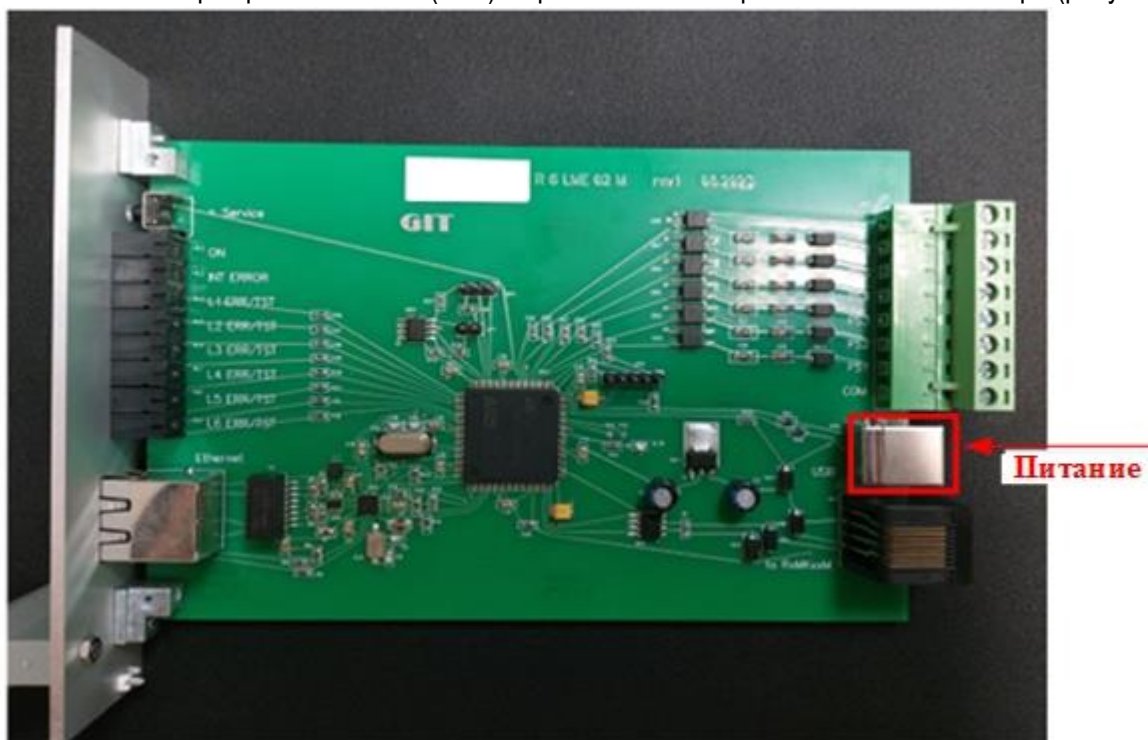

Рисунок 4– Электропитание модуля R 6 LME 02 M
4.1 Подайте электропитание на модуль R 6 LME 02 M. Для удобства допускается питание модуля напряжением 5 В через разъём USB B (XP6) от разъема USB персонального компьютера (рисунок 4).